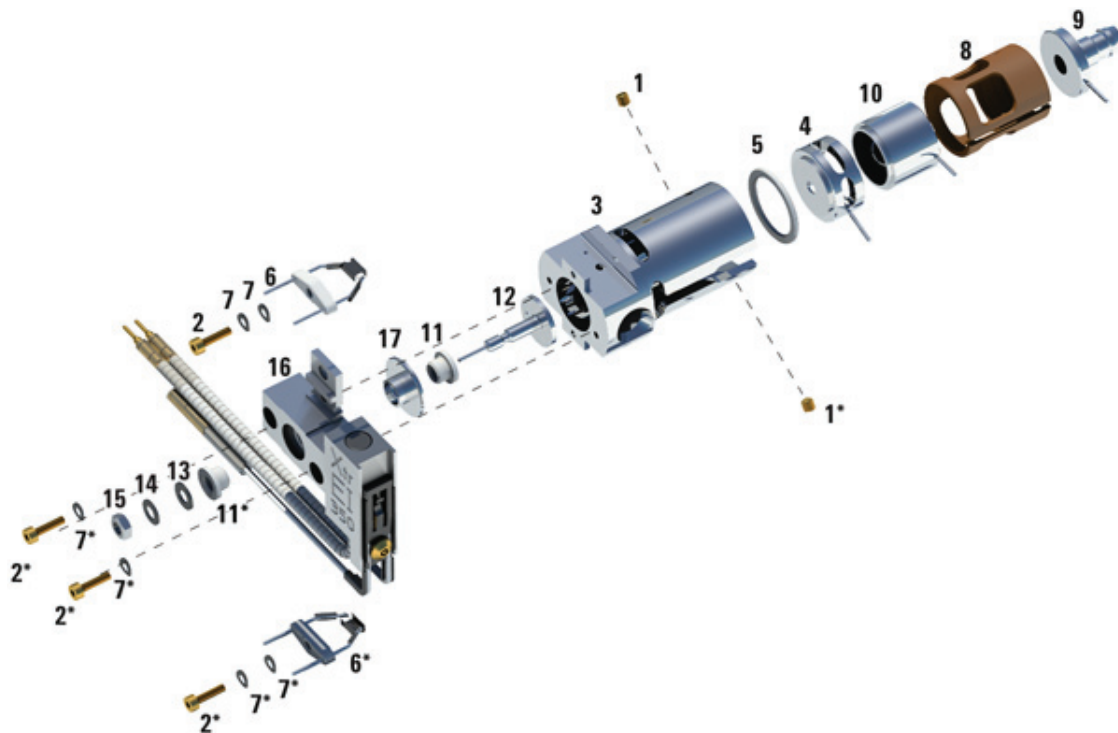

Figura 62. Montagem da fonte XTR de EI
Consulte a visão explodida das peças na **Figura 62** e a lista de peças EI XTR na **Tabela 24** na página 207, enquanto estiver usando este procedimento.
- 3 Insira a lente de entrada e a lente de enfoque iônico no isolante conforme a ordem mostrada abaixo (**Figura 62** na página 207).
Tabela 24 Lista de peças para a fonte EI XTR (Figura 62)
Tabela 24 Lista de peças para a fonte EI XTR (Figura 62) (continuação)